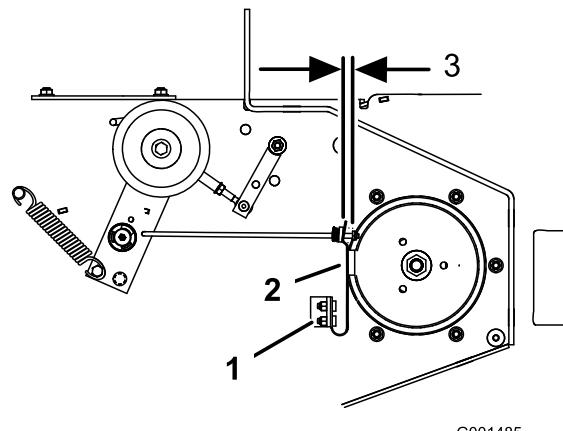

Figure 54
3. Le cas échéant, ajustez les boulons de fixation de ressort de sorte que la plaquette de frein de lame frotte contre les deux côtés de la gorge de la poulie (Figure 54).
4. Ajustez l'écrou à l'extrémité de la tige de frein jusqu'à ce que l'écrou et l'entretoise soient espacés de 3 à 5 mm (1/8 à 3/16 po) (Figure 54).